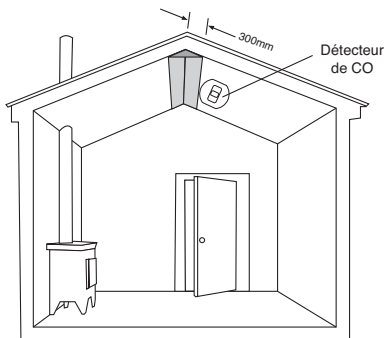

Figure 2
- Dans les pièces mansardées, le détecteur de CO doit se trouver sur le côté le plus haut de la pièce (voir fig 2).